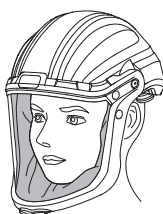

fig.1b
Étape 2: Mettez l'écran facial et ajustez le joint facial, assurez-vous que le joint facial est bien placé autour du visage (voir fig.1b).